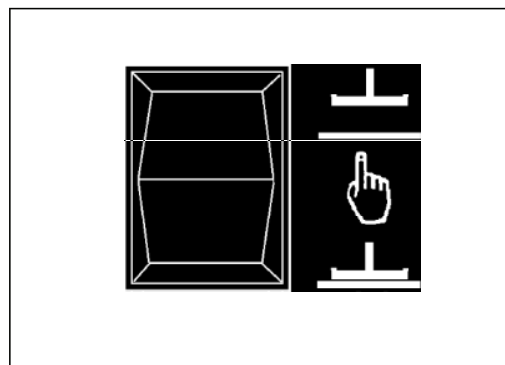

Рисунок 24
1. Чтобы опустить швабру и запустить вакуумный механизм, нажмите переключатель вверх/вниз в положение вниз (рис. 24). **ПРИМЕЧАНИЕ: Вакуумный механизм включится сразу после нажатия кнопки в положение вниз, и швабра опустится.**
2. Чтобы поднять швабру, нажмите переключатель швабры вверх/вниз в положение вверх (рис. 24). Швабра поднимется, и вакуумный механизм выключится после некоторой задержки. **ПРИМЕЧАНИЕ: Центральное положение переключателя швабры вверх/вниз предназначено для использования вместе с кнопкой автоматического выполнения операций.**